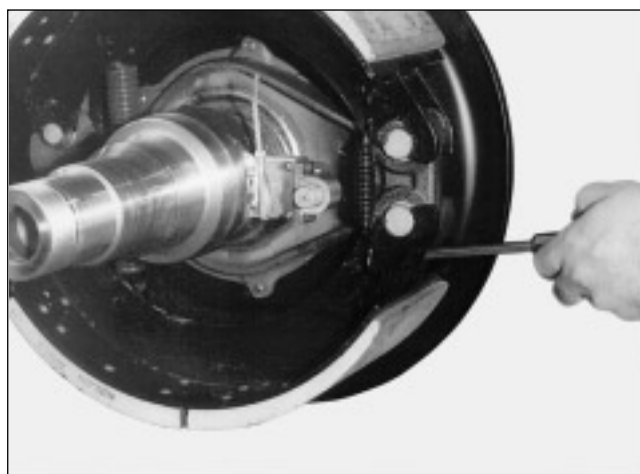

FIG. 16
1. Introduisez la lame d'un tournevis entre les goussets des sabots de freins pour dégager les deux ressorts de retenue (Fig. 16).